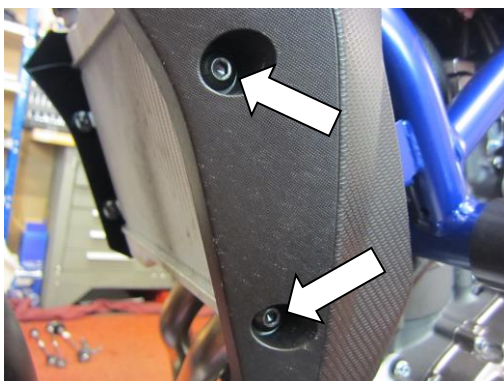

ABBILDUNG 1
- Entfernen Sie die zwei Schrauben, die in Abbildung 1 markiert sind und entfernen Sie die Seitenverkleidung an der linken Seite des Motorrades.